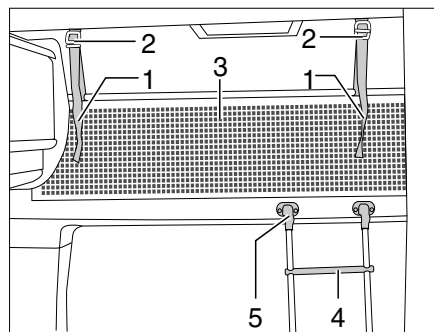

Fig. 155 Lit de capucine
Toujours monter sur le lit de capucine avec l'échelle de montée (Fig. 155,4) de série.
- Accrocher l'échelle par les longerons sur le bandeau du lit de capucine (Fig. 155,5) installé au bord du lit.
Le filet de sécurité (Fig. 155,3) de série est rangé entre le matelas et le sommier à lattes. Ne tendre le filet de sécurité qu'une fois que les personnes se trouvent dans la capucine.
- Faire s'enclencher les sangles de retenue (Fig. 155,1) dans les œillets du plafond (Fig. 155,2).